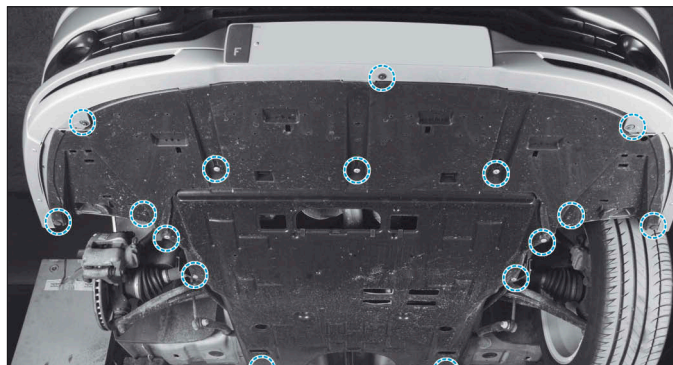

FIG. 27
- Déposer les carters de protection sous le moteur (Fig.27).